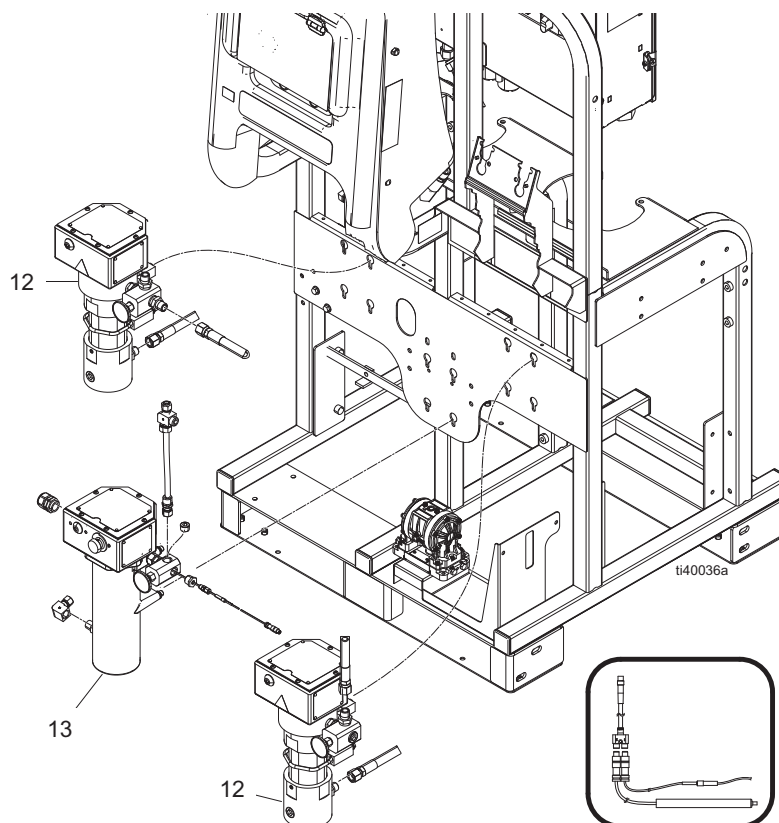

FIG. 8 : Chauffages sur le module de système
5. **Chauffages du module de système** : Voir FIG. 8. Desserrer les quatre vis de fixation, les rondelles de verrouillage et les rondelles ordinaires situées à l'arrière du chauffage (12 ou 13) qui le fixent au châssis du système. Glisser le chauffage vers le haut et le retirer la plaque de montage.
6. **Chauffages du module d'alimentation** : Voir page 60. Desserrer les quatre vis de fixation, les rondelles de verrouillage et les rondelles ordinaires situées à l'arrière du chauffage (226) qui le fixent au châssis du système. Glisser le chauffage vers le haut et le retirer la plaque de montage.